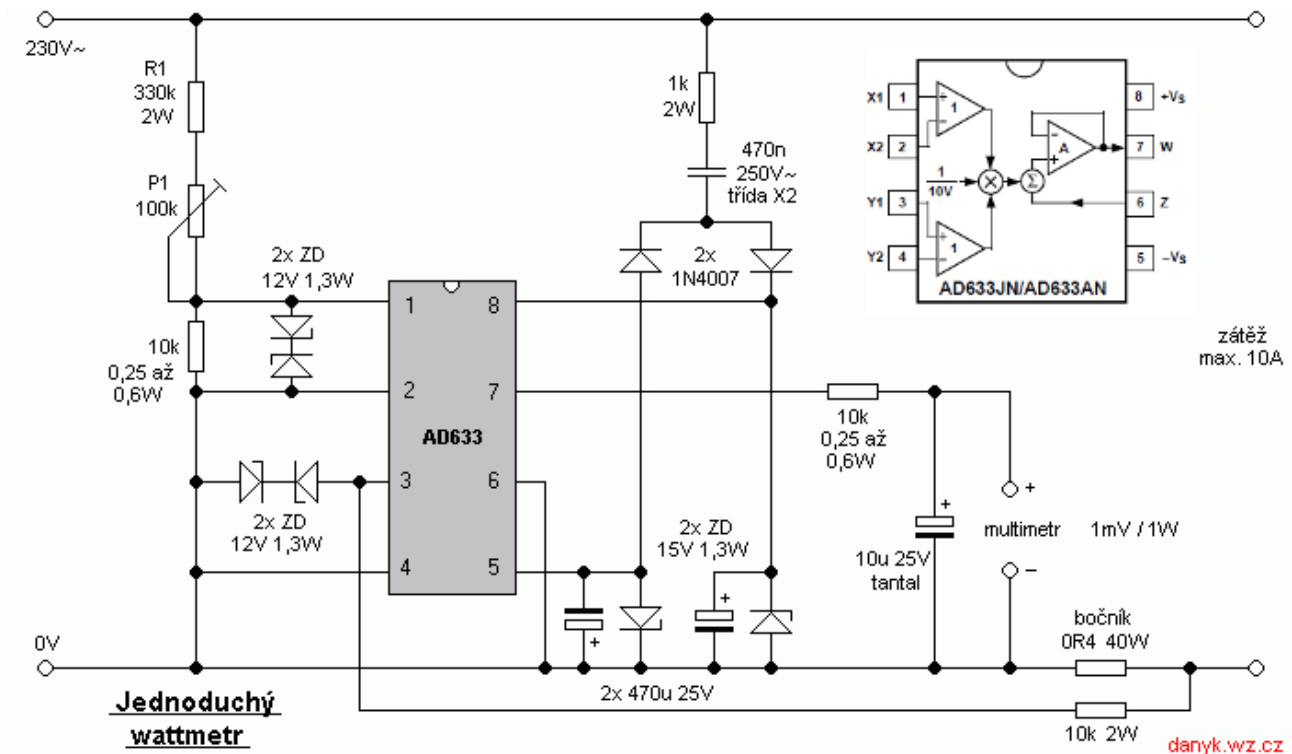

Abbildung 3: Einfacher Wirkleistungsmesser mit Analogmultiplizierer. **Vorsicht Netzspannung!**
**Beispiel 2:** Die Schaltung des Wirkleistungsmessers in Abb. 3 ist zu analysieren! Die Funktion jedes einzelnen Bauteils ist zu hinterfragen. Wie kommt die Empfindlichkeit von  $1\text{mV/W}$  zustande? Wie wird der IC versorgt, wodurch werden seine Eingänge geschützt? Wo erfolgt die Mittelwertbildung? Wo und in welcher Weise erfolgt die Multiplikation?